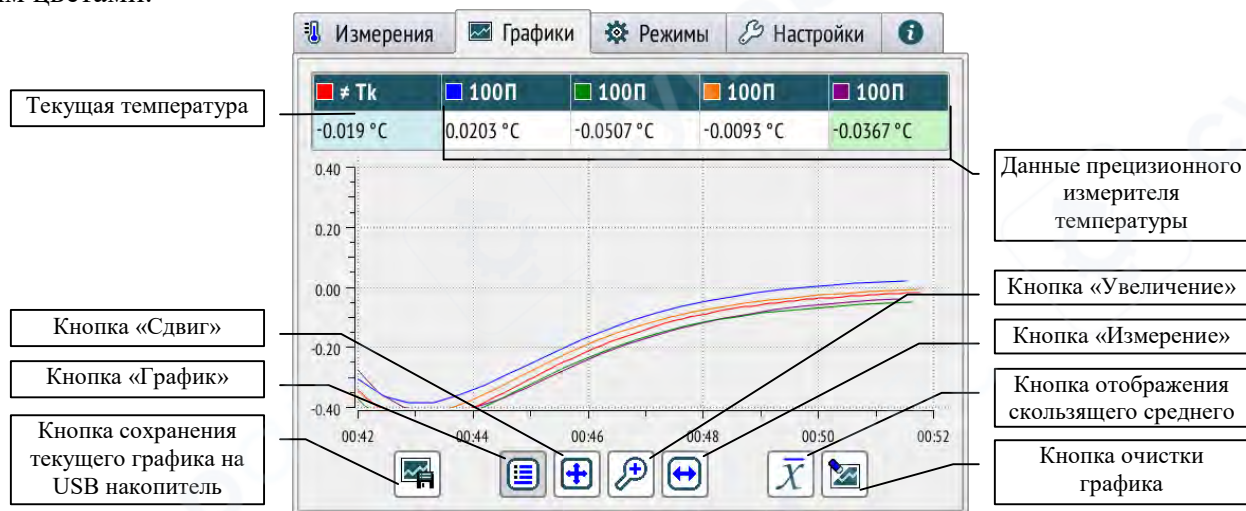

Рис. 4
4.3.4 Вкладка «Графики». В этой вкладке осуществляется работа с графиками, которые автоматически строятся по результатам измерений прецизионного измерителя температуры и по текущей температуре калибратора. Рис. 4.